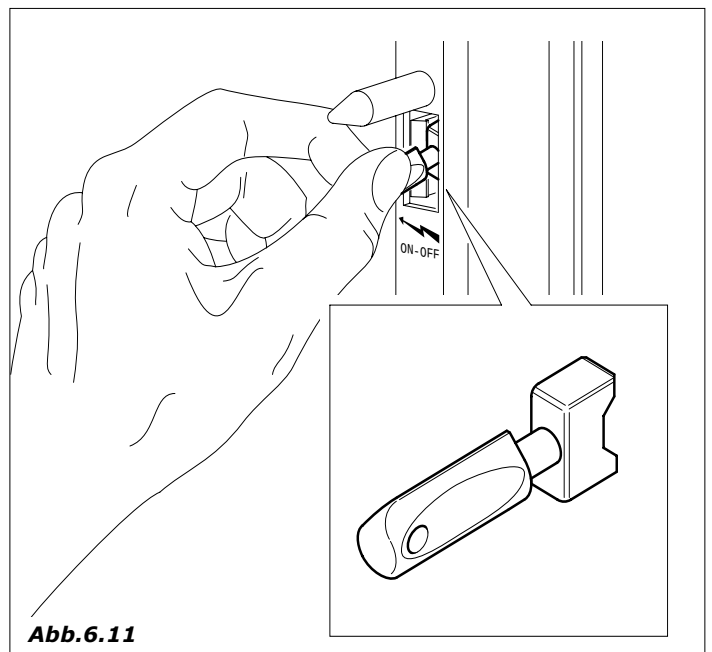

Abb. 6.11
- Für einige Vorgänge ist es erforderlich, bei geöffneter Tür zu arbeiten, ohne daß der Stromkreis unterbrochen wird. In diesem Fall kann das kompetente Fachpersonal durch Einführen und Drehen um 90° des mit dem Automaten mitgelieferten Kunststoffschlüssels im Türschalter die Auslösung desselben sperren (Abb. 6.11)